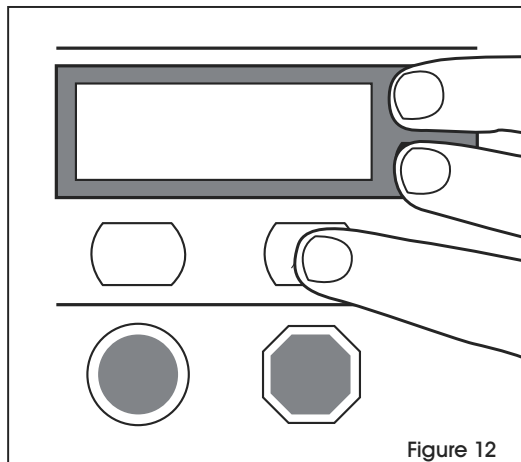

Figure 12
1. Appuyez simultanément sur les flèches haut/bas et sur le bouton de réinitialisation pour accéder au menu. (Voir Figure 12)